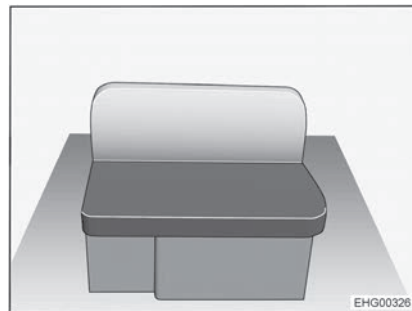

Bild 38 Längssitzbank, rechts
- Das Sitzpolster und das Rückenpolster von der Längssitzbank (Bild 38) abnehmen.